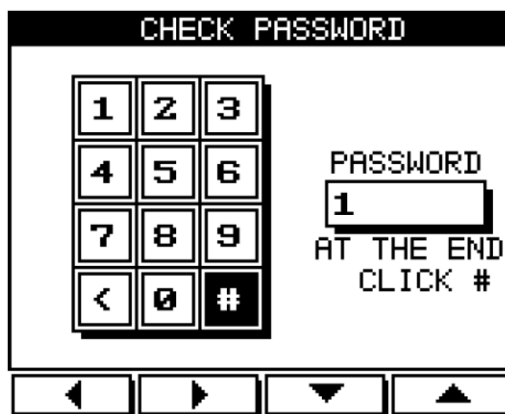

Рис. 4.1
- Нажмите «Enter». На дисплее появится экран ввода пароля (рис. 4.1):